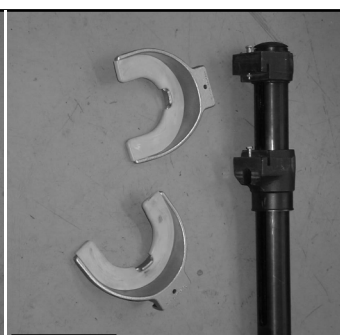

Fig.2.
2. Demontieren Sie die Hauptfeder mit die durch Audi angegeben Federspanner **V.A.G. 1752/16**. Siehe Abb. 2.
2. Démontez le ressort principal au moyen des compresse-ressort prescrits par Audi **V.A.G. 1752/16**. Voir fig. 2.